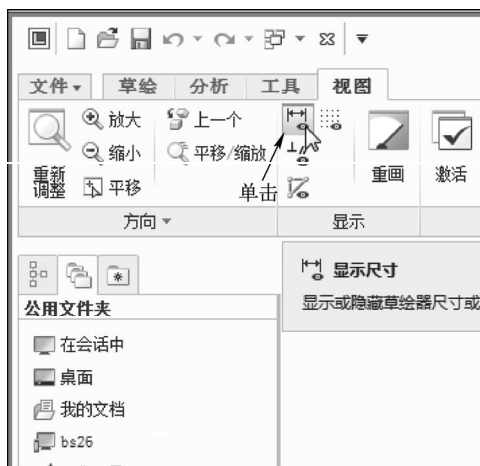

图 4-44 单击“显示尺寸”按钮
STEP 02 在功能区选项板中切换至“视图”选项卡，单击“显示”面板中的“显示尺寸”按钮 ，如图 4-44 所示。